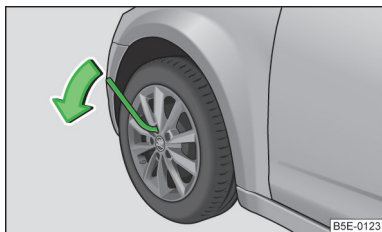

Fig. 162
- Agarrar la llave por el extremo y girar el tornillo aproximadamente **una** vuelta hacia la izquierda en el sentido de la flecha » fig. 162.
- Agarrar la llave por el extremo y girar el tornillo en el sentido contrario al de la flecha » fig. 162 hasta que quede fijo.